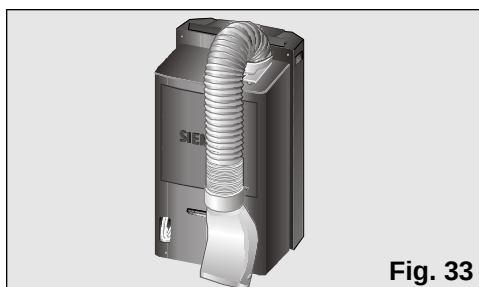

Fig. 33
- ☐ Per farlo, piegare il tubo verso la parte posteriore dell'apparecchio e trattenerlo dall'attacco diffusore, Fig. 33 e 34.